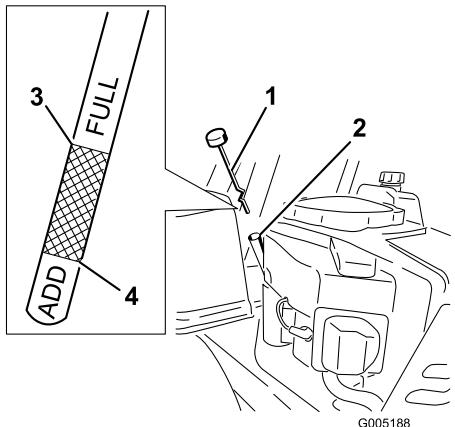

Figura 26
4. Svitate e togliete l'asta; tergete l'olio (Figura 26). Inserite di nuovo l'asta nel tubo e collocate il tappo sul tubo. Non avvitate il tappo sul tubo.
5. Estraete l'asta e controllate il livello dell'olio. (Figura 26).
8. Togliete il tappo/asta del rabbocco dell'olio (Figura 26).
14. Versate lentamente nel tubo di rifornimento (Figura 26) l'80% circa dell'olio indicato.
15. Montate il tappo/asta di rabbocco dell'olio (Figura 26).
16. Controllate il livello dell'olio (Figura 26); vedere Controllo del livello dell'olio.
18. Montate il tappo/asta di rabbocco dell'olio e serrarli stretti (Figura 26).